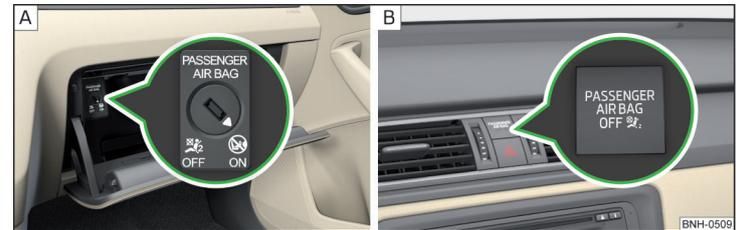

Fig. 10 Commutateur à clé pour l'airbag frontal du passager avant/témoin de désactivation de l'airbag frontal du passager avant
» fig. 10 à la page 19 - **A**.
Réglages de l'interrupteur à clé » fig. 10 - **A**
**OFF** L'airbag frontal du passager est désactivé - après la mise du contact, le voyant **s'allume** 🚗 **OFF** » fig. 10 - **B**